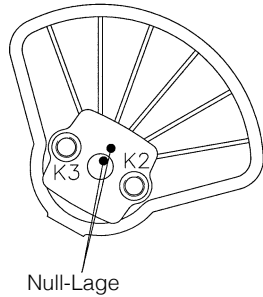

Abb. 4 Null-Lage am Schwenkantrieb
1.4 Schwenkantrieb (Abb. 4/5)
- Kennzeichnung der Null-Lage (s. Abb. 4) kontrollieren: Fluchten beide Punkte nicht wie abgebildet, Vierkantwelle (**A**) des Schwenkantriebs gegen den Uhrzeigersinn bis in Endlage drehen, so dass die Markierungen übereinstimmen (s. Abb. 4/5).